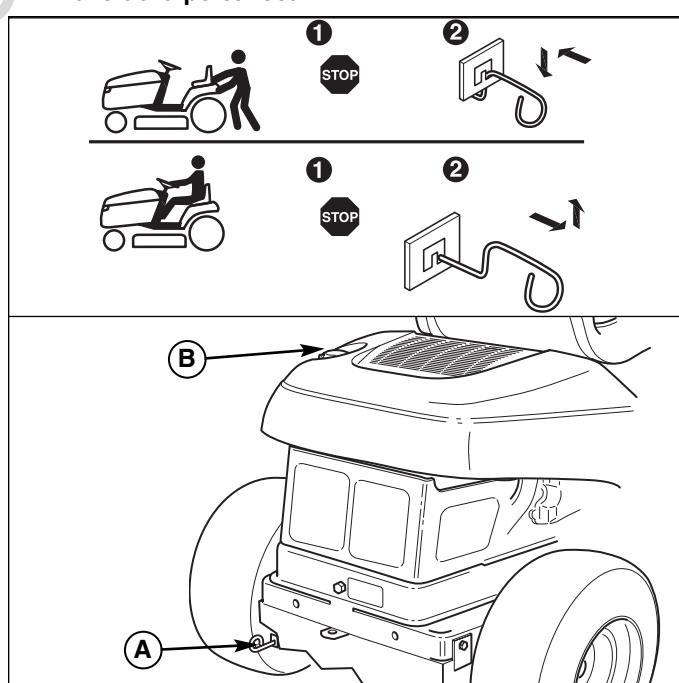

Figura 6. Palanca de liberación de la transmisión
- Presione la palanca de liberación de la transmisión (A, Figura 6) y presione hacia abajo para bloquear en la posición liberada.